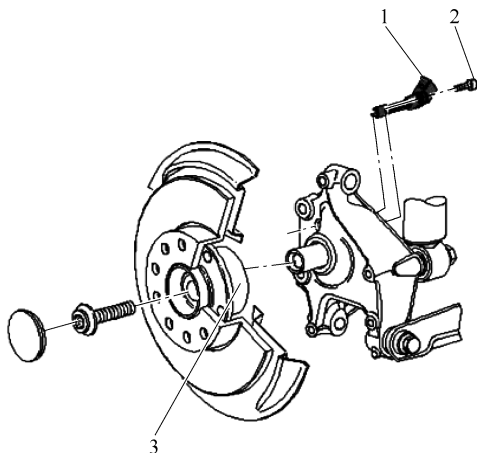

图 10-9 后桥 ABS 元件位置图
- ① 在装入转速传感器前要清洁孔的内表面,并用固体润滑膏涂抹转速传感器的四周。
- ② 将转速传感器装入车轮轴承壳体的孔中,并用 8N·m 的力矩拧紧内六角螺栓。
- ③ 连接转速传感器的插头。
(2) 拆卸和安装后桥上 ABS 的部件(前轮驱动),如图 10-9 所示
(3) 拆卸和安装后桥上的转速传感器